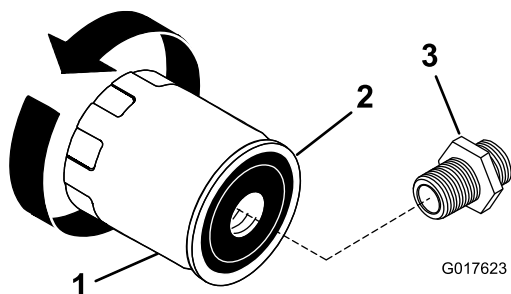

Figura 19
2. Togliete il filtro dell'olio usato e tergete la superficie della guarnizione del riduttore del filtro (Figura 19).
- Spalmate un velo di olio nuovo sulla guarnizione di gomma del nuovo filtro dell'olio (Figura 19).
- Girate il filtro in senso orario finché la guarnizione di gomma non tocca l'adattatore, quindi serrate il filtro di un altro $\frac{1}{2}$ o $\frac{3}{4}$ di giro (Figura 19).